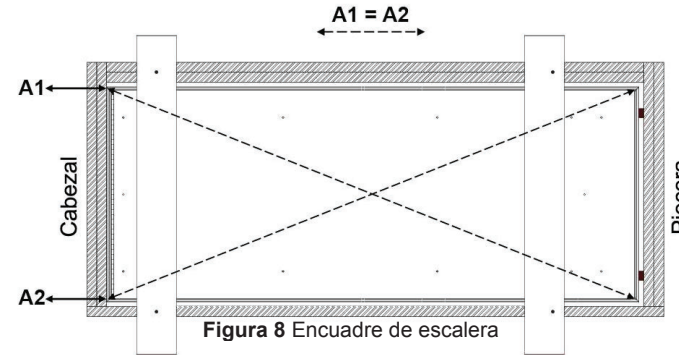

Figura 8 Encuadre de escalera
K. Antes de continuar, el instalador #1 debe medir en diagonal el marco de aluminio para asegurarse que la escalera de ático esté escuadrada. Las medidas A1 y A2 deben medir lo mismo, hasta con 1/8" de diferencia entre ellas. Ver Figura 8. Si no, la puerta de la escalera de ático podría no cerrar correctamente. Si las medidas no coinciden, ajuste la piecera de la escalera de ático de lado a lado. Esto puede requerir repositionar las cuñas. Asegúrese de mantener el cabezal / bisagra centrada en la abertura mientras encuadra la escalera de ático.